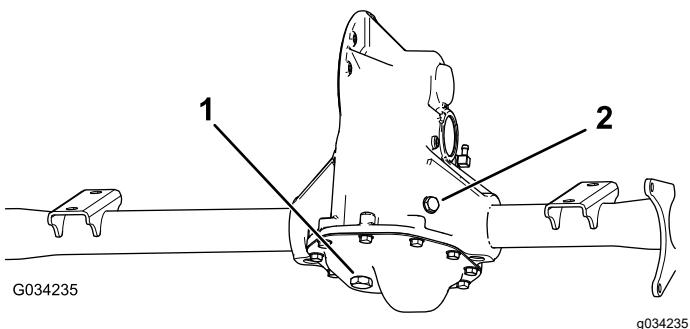

Figure 49
2. Enlevez le bouchon de remplissage et le joint (Figure 49).
3. Enlevez le bouchon de vidange et le joint et vidangez complètement le liquide (Figure 49).
1. Placez un bac de vidange sous le bouchon de vidange (Figure 49).